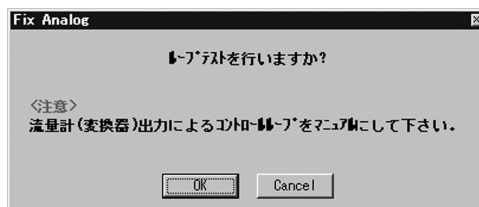

図58
- ③ 図58のようなメッセージボックスが現れますので、アナログ出力を模擬出力とする場合は「OK」をクリックしてください。止める場合は「Cancel」をクリックしてください。